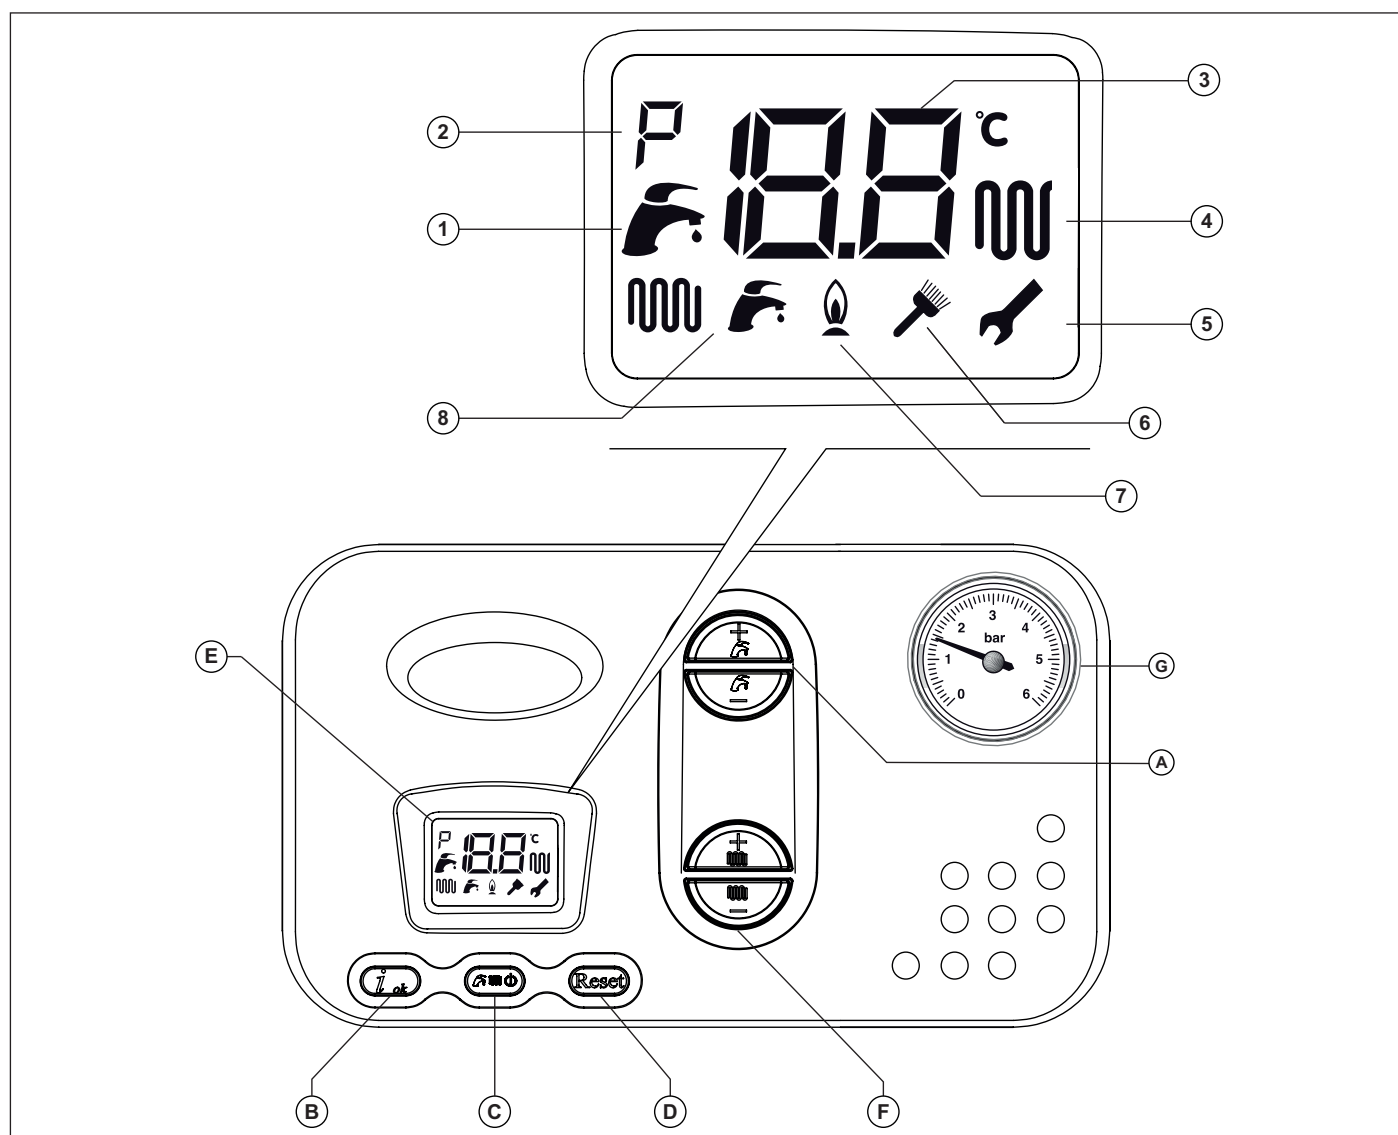

Fig. 1 Panel de regulación
- Seleccionar el sistema de funcionamiento de la caldera: OFF/VERANO/ INVIERNO/SÓLO CALEFACCIÓN (ver tecla (C) en la Fig. 1 Panel de regulación en la página 8).